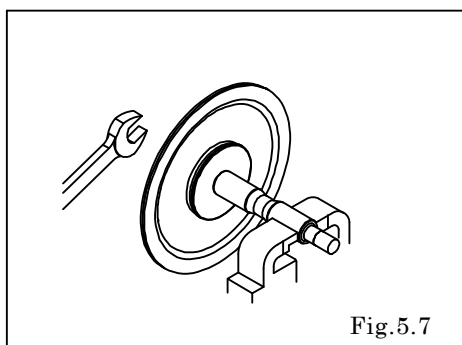

Fig.5.7
- ・センターロッドを固定し、センターディスクを外す。〔Fig.5.7〕